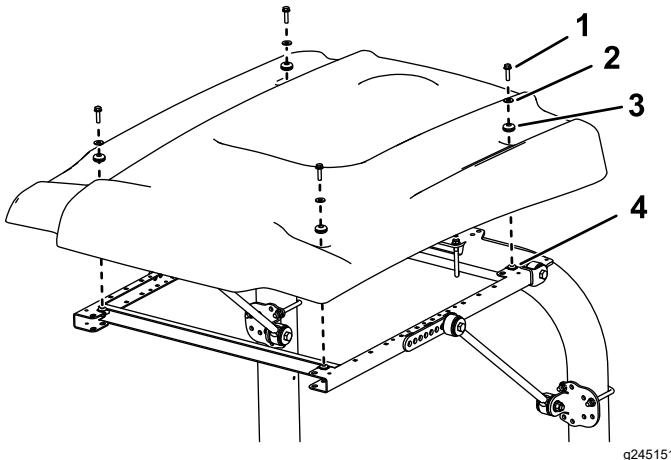

Figura 35
15. Durante l'allineamento dei fori di montaggio, posizionate il parasole sul telaio come mostrato in Figura 35.
16. Montate, senza serrarlo, ciascun angolo del parasole sul telaio con un bullone a testa flangiata (5/16" x 1 1/4") con una rondella piccola e un gommino (Figura 35).